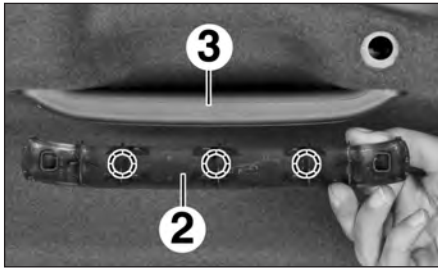

FIG.86
- l'enjoliveur (2) de la poignée de maintien (3) (Fig.86),